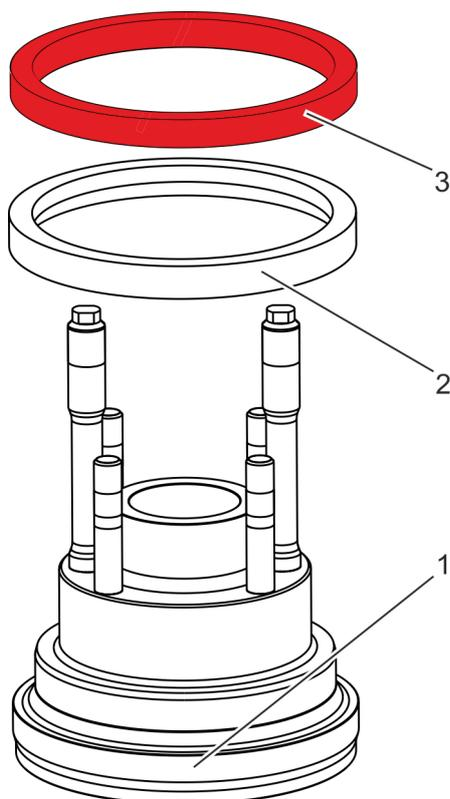

Fig. 32: Retrait de la bague d'étanchéité et de la bague d'appui
11. Retirer par le haut la bague d'appui (Fig. 32/3) du couvercle de fermeture (Fig. 32/1).
12. Retirer par le haut la bague d'étanchéité (Fig. 32/2) du couvercle de fermeture (Fig. 32/1).